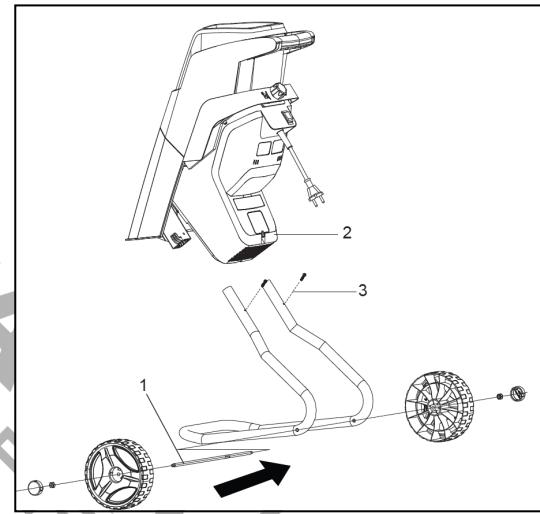

Fig. 1
- Inserire l'asse della ruota (Fig. 1 - 1) attraverso i fori inferiori del supporto.
- Inserire le due estremità del supporto nella parte inferiore dell'alloggiamento del tritatore (Fig. 1 - 2).
- Allineare i fori e fissare le due viti su entrambi i lati del supporto (Fig. 1 - 3).